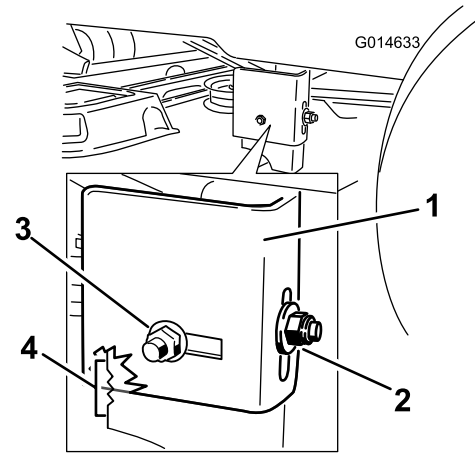

Figura 50
7. Vaya al lado izquierdo de la máquina. Compruebe si el perno de cuello cuadrado lateral está en la posición fija o ranurada (Figura 50).
de bloqueo lateral de la posición fija, e instálelos en la posición de ajuste ranurada (Figura 50).
9. Afloje la tuerca de bloqueo trasera de la pletina de suspensión (Figura 50).